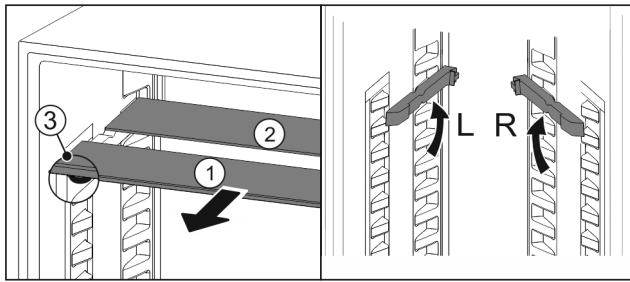

Fig. 91
- ▶ Посуньте Fig. 91 (1) скляну панель вперед.
- ▷ Скляна панель Fig. 91 (1) з декоративною планкою лежить спереду.
- ▷ Стопори Fig. 91 (3) показують вниз.